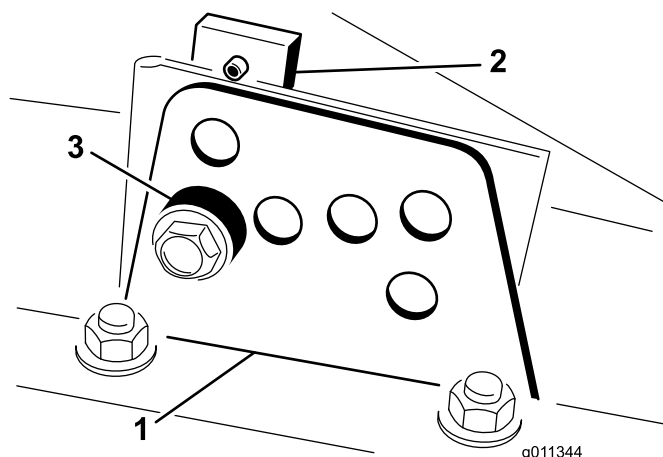

Bild 16
2. Lockern Sie die Schraube, mit denen die Schnitthöhenhalterungen an der Schnitthöhenplatte (vorne und an beiden Seiten) befestigt sind (Bild 16).